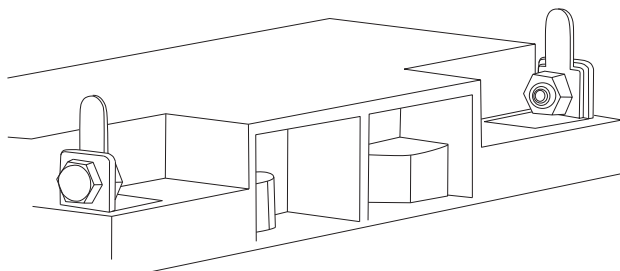

Рис.5
1) Закрепить переходные пластины на клеммах АКБ болтами и гайками из комплекта поставки АКБ (Рис.5).